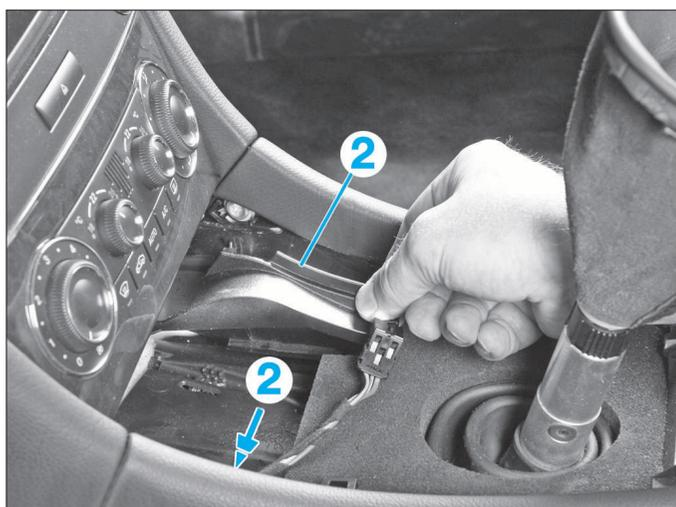

FIG. 15
- les 2 glissières de cendrier (2) (Fig.15).